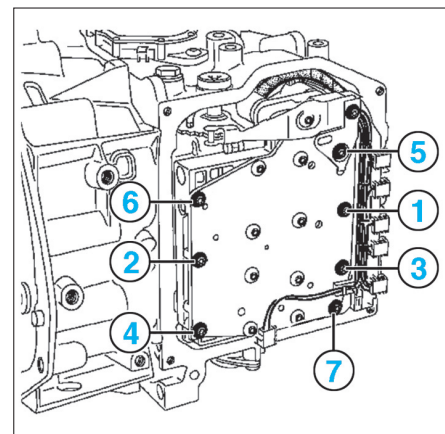

FIG. 10
- Déposer les vis de fixation du bloc électrohydraulique (fig. 10).
- serrer les vis de fixation du couvercle en respectant l'ordre et le couple de serrage prescrit (fig. 10).